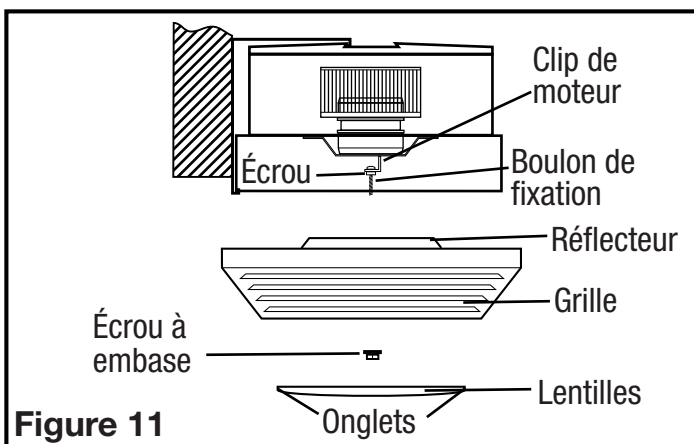

Figure 11
3. Installez le grille/la lentille/le réflecteur de lampe, en enlevant d'abord la lentille du grille (il y a deux languettes de chaque côté qui tiennent la lentille en place). Enlevez ensuite l'écrou borgne et la rondelle de freinage qui sont installés sur le boulon de fixation de réflecteur dans le logement du ventilateur. Ajustez la hauteur du boulon de fixation du réflecteur de sorte que le grille soit serré vers le haut contre le plafond de finition et moins de 1/4 po du boulon de fixation du réflecteur dépasse par le réflecteur. Fixez la position du boulon du réflecteur en serrant l'écrou d'origine contre le clip du moteur (Figure 11).